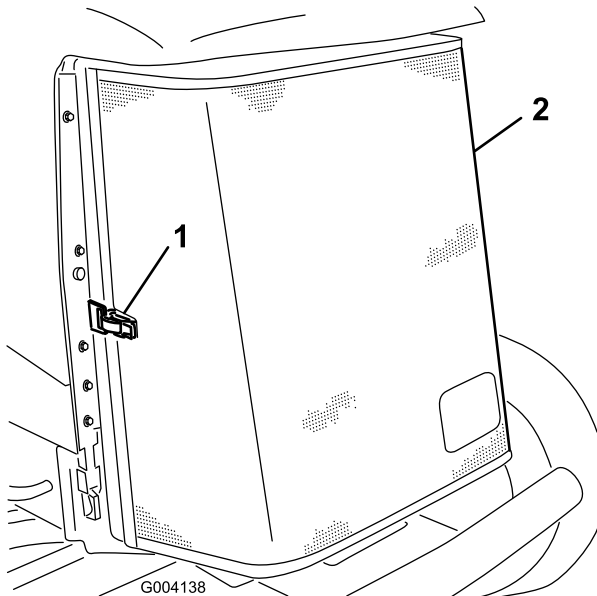

**Bild 71**
3. Entriegeln Sie den Riegel und drehen Sie das hintere Gitter auf (Bild 71).